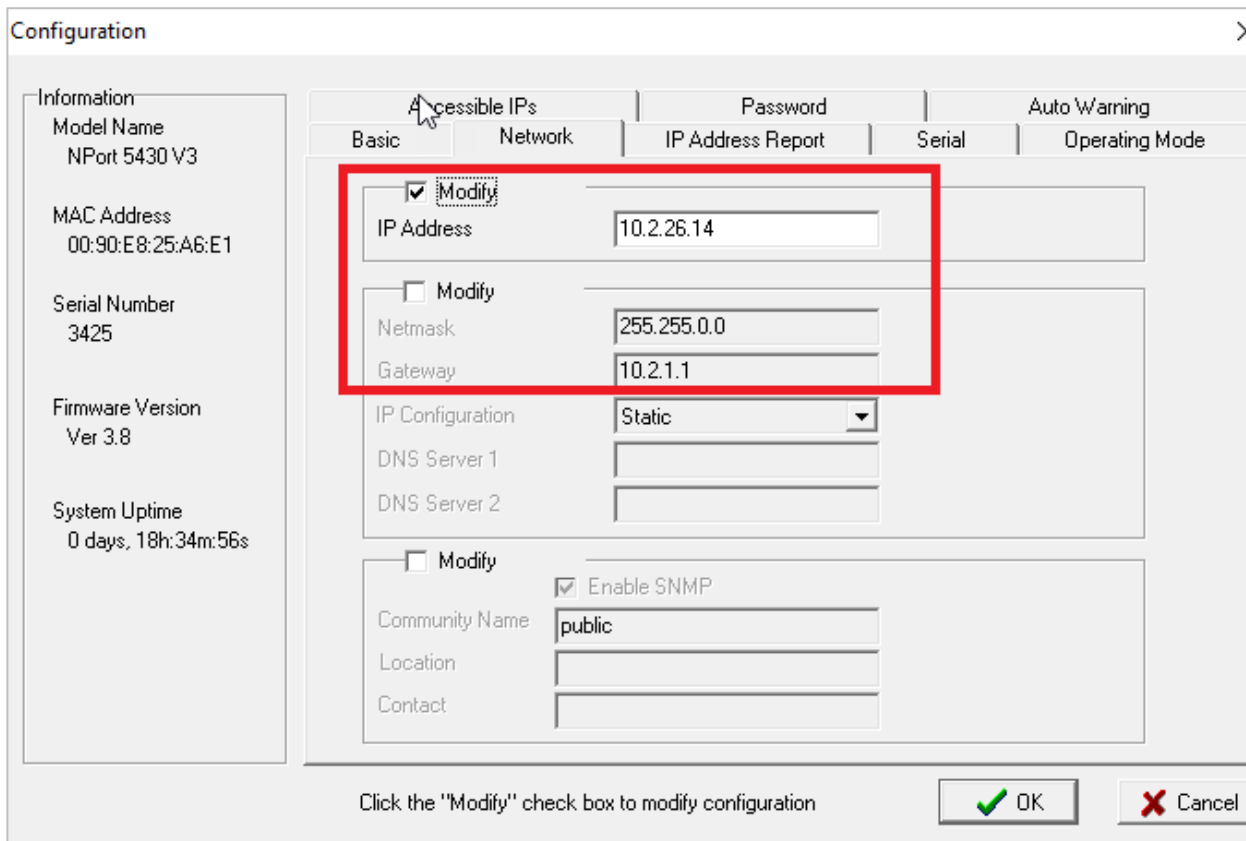

Рисунок 4.5.3 – Сетевые настройки Моха NPort
6. Добавьте в проект компонент **OwenMoxaRealCom**. Задайте IP-адрес конвертера (см. рис. 4.5.3) и число его COM-портов. Параметрам **Включить сервис** и **Установить соединение** задайте значение **TRUE**.